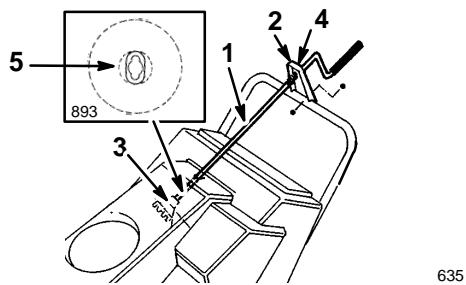

Figure 4
1. Insérer l'extrémité aplatie de la manivelle dans le trou du capot, tout en présentant le support de montage face aux trous du mancheron inférieur (Fig. 4).
2. Tourner lentement la manivelle jusqu'à ce que l'extrémité aplatie s'engage dans l'ouverture de l'engrenage caché et fasse tourner la couronne de l'éjecteur (Fig. 4).
3. Insérer à fond la bague en plastique dans le trou du support de montage (Fig. 4).
4. Fixer le support de montage au mancheron à l'aide des 2 boulons six pans et de leurs écrous (Fig. 4).